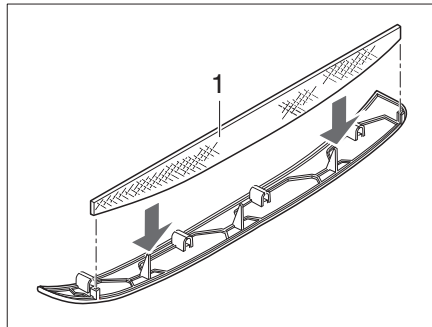
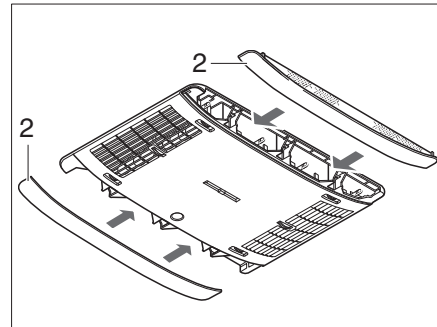

Fig. 366 Filtro de pelusas de la instalación de aire acondicionado
Fig. 367 Paneles de instalación de aire acondicionado
En los paneles laterales (Fig. 367,2) hay dos filtro de pelusas. Los filtros de pelusas deben ser limpiados a intervalos regulares, pero por lo menos cada 6 meses, y reemplazados en caso necesario.
- Sacar los paneles (Fig. 367,2) del distribuidor de aire y limpiar los filtro de pelusas (Fig. 366,1) o reemplazarlos si es necesario.